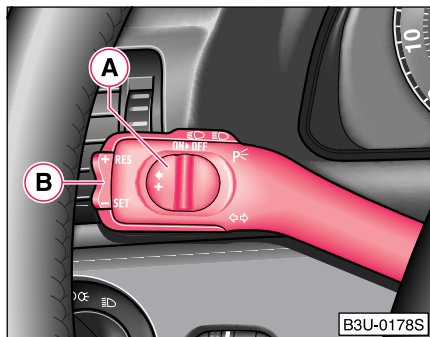

Fig. 110 Manetă de control: Tasta și întrerupătorul sistemului de control al vitezei.
- Împingeți întrerupătorul (A) ⇒ Fig. 110 în poziția **ON** (activat).
- În momentul în care atingeți viteza dorită, apăsați tasta (B) în poziția **SET**.
- Viteza memorată poate fi mărită fără a acționa pedala de accelerație, prin împingerea întrerupătorului (B) ⇒ Fig. 110 în poziția **RES** (RELUARE).
- Decuplarea temporară a sistemului de control al vitezei se poate realiza și împingând întrerupătorul **(A)** ⇒ pagina 122, Fig. 110 spre dreapta în poziția intermediară, înaintea poziției **OFF** (ÎNCHIS). Întrerupătorul revine apoi singur în poziția **ON** (ACTIVAT).
Reluarea memoriei înregistrate se realizează după eliberarea pedalelor de frână și ambreiaj, iar în cazul autovehiculelor cu cutie automată de viteze, doar după eliberarea pedalei de frână, și prin scurta apăsare a tastei **(B)** ⇒ pagina 122, Fig. 110, până la limita stângă, în poziția **RES** (RELUARE).
- Împingeți întrerupătorul **(A)** ⇒ pagina 122, Fig. 110 spre dreapta, până la limită, în poziția **OFF** (ÎNCHIS). ■